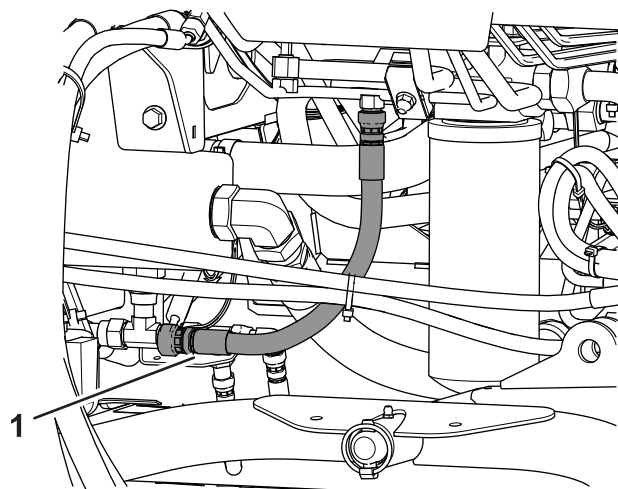

Figure 66
2. Placez un grand bac de vidange sous le raccord monté au bas du réservoir de liquide hydraulique (Figure 66).